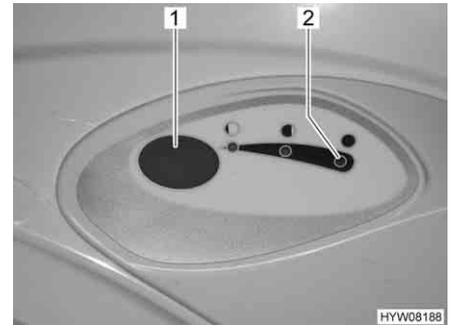

Bild 260 Spülknopf/Kontroll-Leuchte (Thetford-Toilette)
- Zum Spülen den blauen Spülknopf (Bild 260,1) drücken.
Die Kontroll-Leuchte (Bild 260,2) leuchtet, wenn der Fäkalientank entleert werden muss.